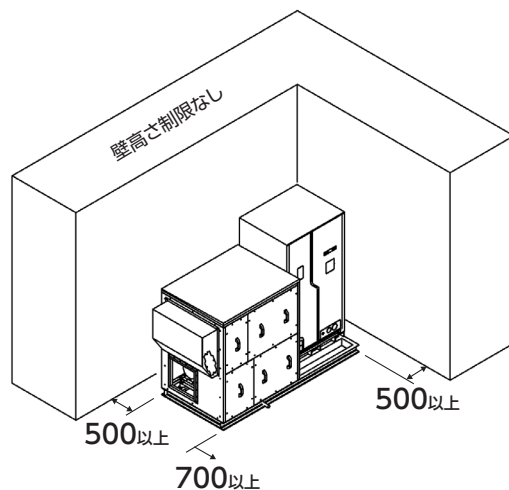

図3-1 所要スペース例（単独設置）
- ・ 図 3-1に示す例は外気温度35℃での冷房運転を基準としています。